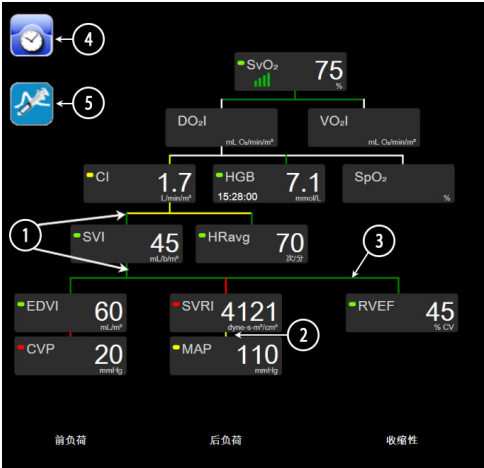

图 5-14 使用 HemoSphere Swan-Ganz 模块进行监护时的生理学关系屏幕
- 2 直接连接两个参数的垂直线与下方的参数信号灯颜色一致（例如图 5-14 中的 SVRI 与 MAP 之间）。
- 4 执行推注设置后将出现左栏。如果可用，按时钟 / 波形图标可显示历史数据（请参阅图 5-14）。
**注释** 图 5-14 中显示的示例正在使用 HemoSphere Swan-Ganz 模块进行监护。使用其他监护模式时，外观和参数会有差异。例如，在 FloTrac 传感器监测模式中进行监护时，HRavg 被 PR 取代，并出现 PPV 和 SVV（如果已配置），而不显示 EDV 和 RVEF。